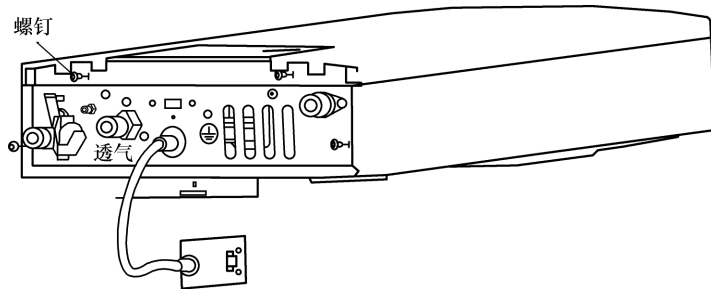

图 7-59 拧下热水器底部的螺钉
1) 安装燃气热水器前，用螺钉旋具拧下热水器底部的 4 颗螺钉，如图 7-59 所示。